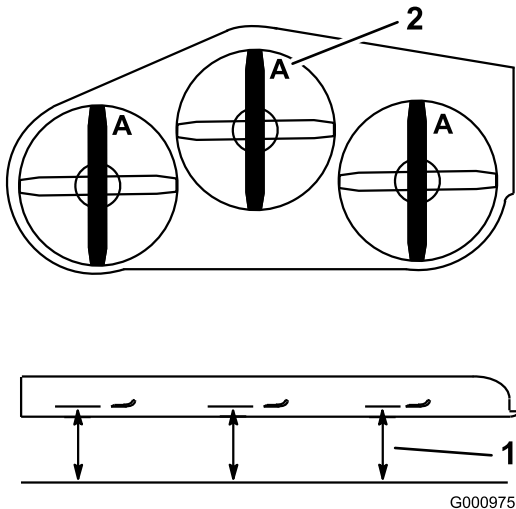

Figura 94
4. Mida desde una superficie nivelada hasta el filo de corte, posición A, de las cuchillas (Figura 94).